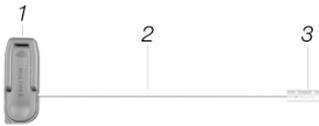
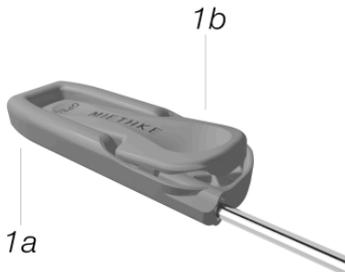

Fig. 1: Tunneller, composto por uma pega (1) e uma haste de tunelização (2) com proteção de transporte (3)
Fig. 2: Pega, composta pelo corpo da pega (1a) e o interruptor de fecho (1b)
O Tunneller é constituído por dois componentes (fig. 1): Uma pega (1) e uma haste de tunelização (2), cuja extremidade acessível está equipada com uma proteção de transporte (3). A pega (fig. 2) é feita de plástico e é composta pelo corpo da pega (1a) e um interruptor de fecho (1b).
uma proteção de transporte (fig. 1, item 3), que deve ser removida imediatamente antes da utilização. O utilizador pode, com base na situação anatómica específica do paciente e na técnica de tunelização preferencial, configurar o *Tunneller* com as opções acima descritas.